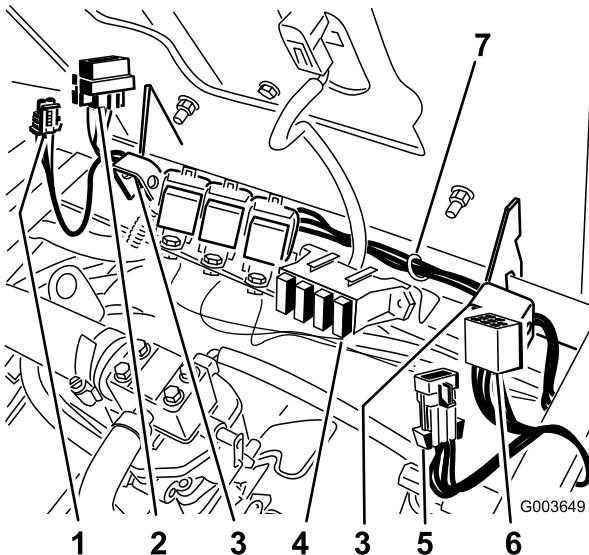

Figura 32
3. Disponete il cablaggio lungo le cerniere del sedile, dall'interruttore al relè montato in precedenza sulla valvola (Figura 32).
Installate il fusibile nello slot destro nel portafusibili (Figura 32).